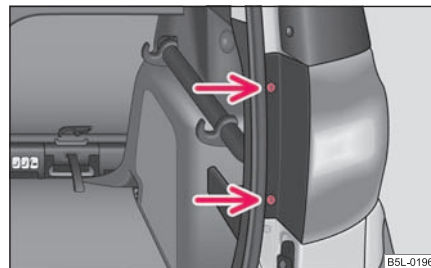

Fig. 242 Desmontar la unidad de luces traseras
- Desenroscar las luces con la llave Torx de la herramienta de abordó. El lado más corto de la llave sirve para aflojar los tornillos y el lado más largo para desenroscar completamente ⇒ página 271, fig. 242.
- Enroscar la lámpara ⇒ página 271, fig. 242.